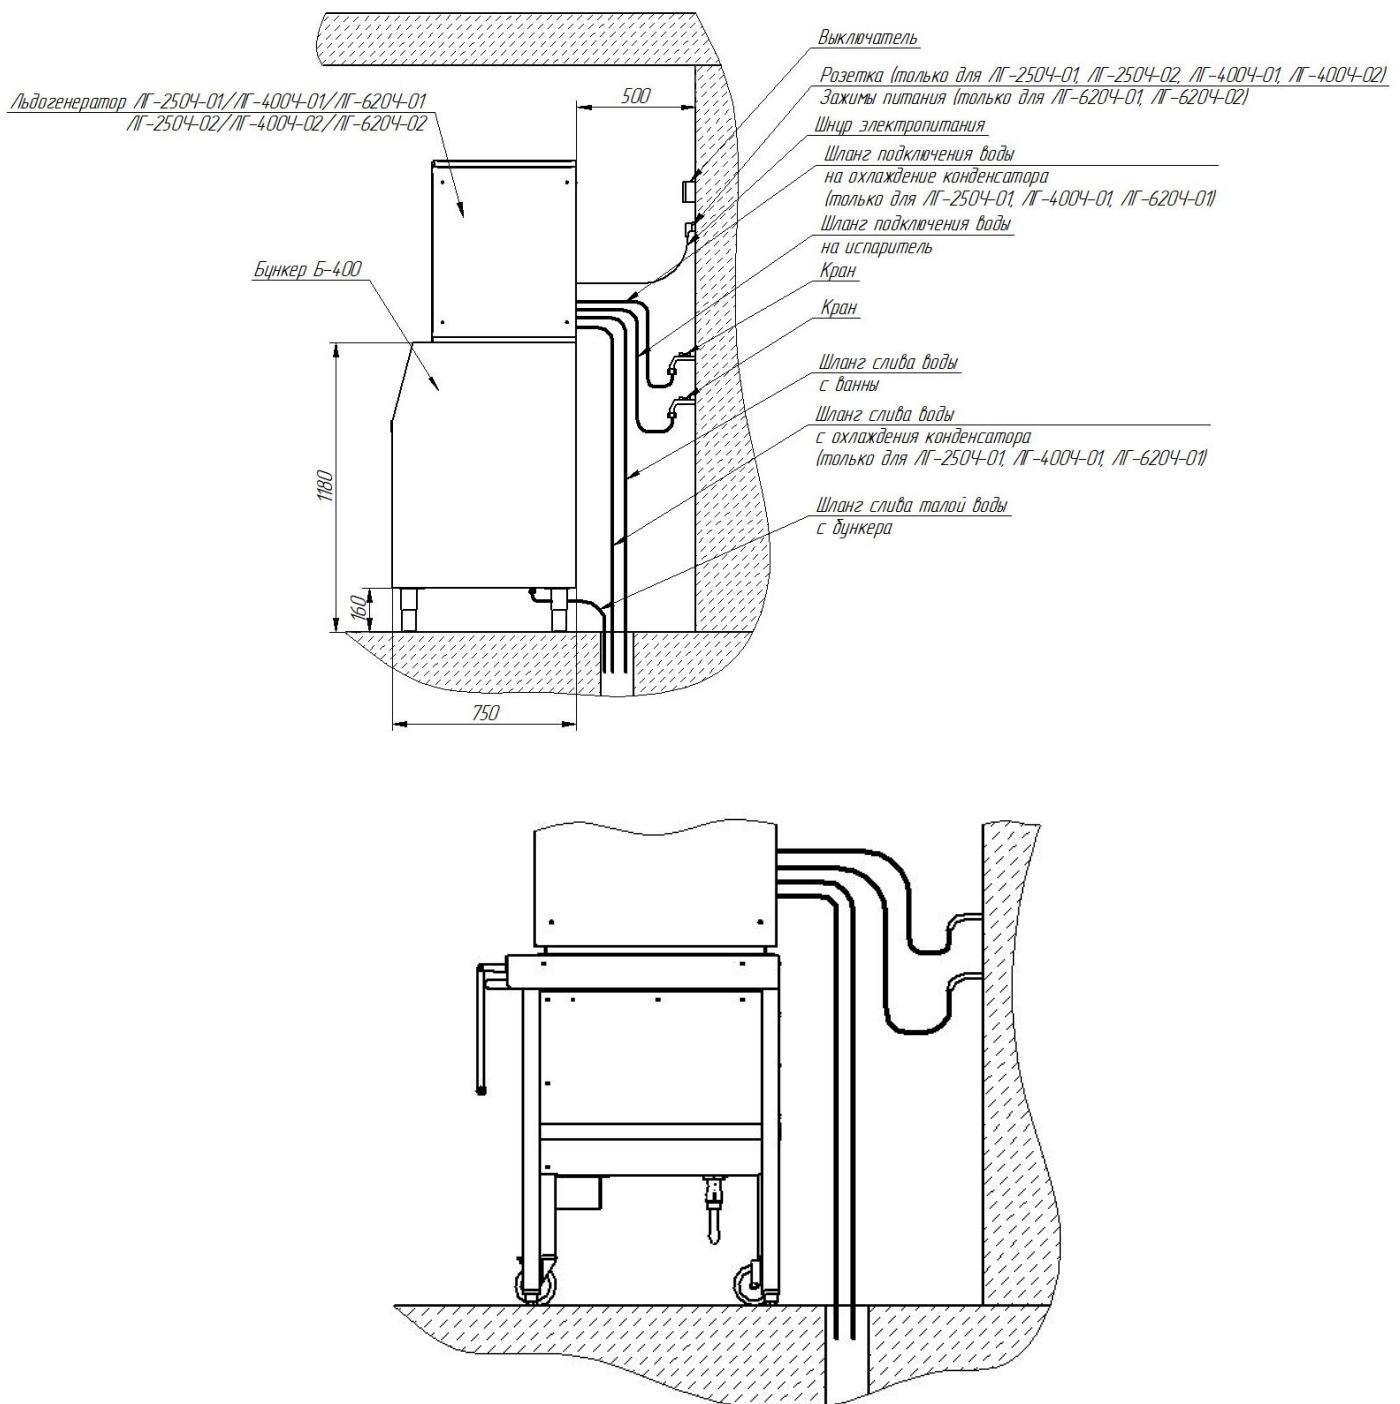

Рис. 5 Схема подключения льдогенератора
- установить льдогенератор на накопитель льда. Для льдогенераторов , ЛГ-250Ч-01, ЛГ-250Ч-02, ЛГ-400Ч-01, ЛГ-400Ч-02 и ЛГ-620Ч-01, ЛГ-620Ч-02 использовать бункер-накопитель Б-400 или бункер-накопитель БН-2-100. Льдогенератор должен фиксироваться на бункере-накопителе двумя болтами с предварительно установленными шайбами из комплекта поставки моментом затяжки $26\pm1,5$ Н·м ($2,7\pm0,15$ кгс·м). Схема монтажа показана на рис. 5. Положение льдогенератора должно быть горизонтальным, в случае необходимости отрегулируйте высоту и устойчивое положение изделия с помощью регулируемых ножек бункеров;
- подключить изделие к системе водоснабжения. Льдогенератор подключается к системе водоснабжения через штуцер с резьбой G 3/4" для подачи воды на испаритель и через штуцер под шланг с внутренним диаметром 12 мм для подачи воды на охлаждение конденсатора (для ЛГ-250Ч-01, ЛГ-400Ч-01, ЛГ-620Ч-01) (рис. 5). Для дополнительной фиксации шланг крепить к штуцеру хомутом. Подсоединение шлангов подачи воды должно проводиться через краны для экстренного прекращения подачи воды на охлаждение конденсатора и испаритель в случае необходимости.
- подключить изделие к системе канализации через штуцер слива воды с ванны и штуцер охлаждения конденсатора под шланг с внутренним диаметром 12мм (для ЛГ-250Ч-01, ЛГ-400Ч-01, ЛГ-620Ч-01) и штуцер для слива талой воды с бункера (для бункера Б-400) (рис. 5). Убедиться, что сливные шланги находятся ниже, чем выходы на задней панели льдогенератора и основания бункера, чтобы вода могла стекать.
ВНИМАНИЕ! Необходимо организовать разрыв струи, обеспечив воздушный промежуток не менее 20 мм между концом сливного шланга и краем принимающей трубы (см. рис. 5).